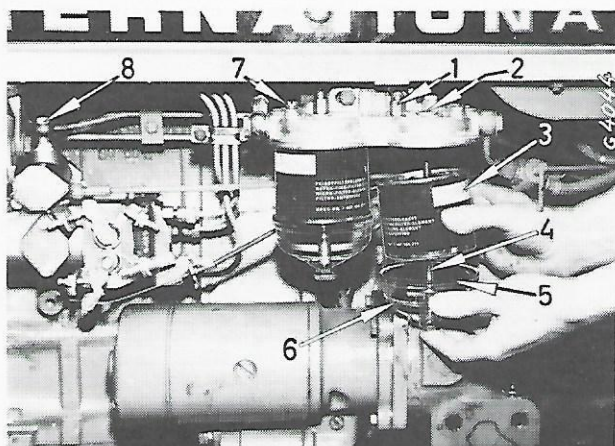
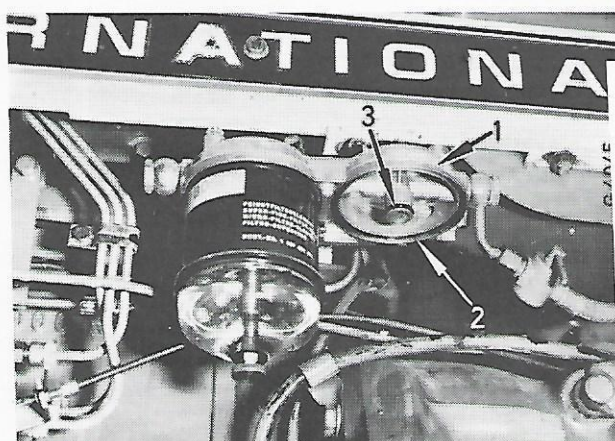

Fig. 55
Fig. 56
Fermez le robinet d'arrêt de combustible (11). Dévissez le bouchon de fixation (3) et enlevez l'élément (Fig. 55).
Enlevez le joint (2, fig. 56) et jetez-le. Remplacez éventuellement le joint torique (3).
NOTE : L'élément (3) et les joints (5), fig. 55 et (2) fig 56, doivent toujours être remplacés ensemble et sont fournis ensemble.
Mettez un joint (2, fig. 56) neuf dans l'embase du filtre.
Mettez l'élément en place de la façon représentée à la figure 55.
Desserrez la vis de purge (7, fig. 55) jusqu'à ce que le combustible qui s'écoule ne contienne plus de bulles d'air. Resserrez la vis (7).